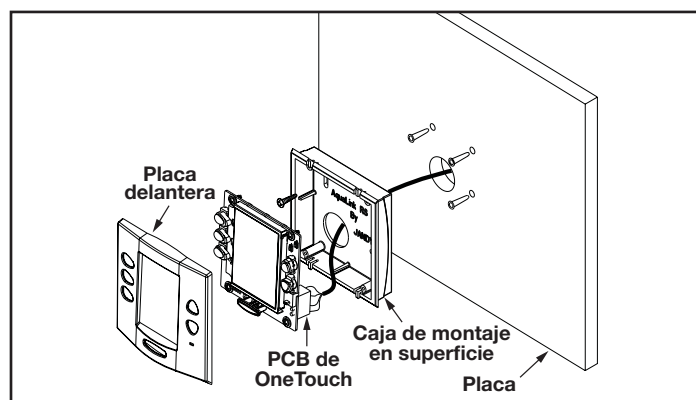

Figura 24. Instalación con montaje en superficie de OneTouch™
3. Tienda el cable de 4 conductores desde el centro de energía a la ubicación del panel de control (consulte la Figura 24).